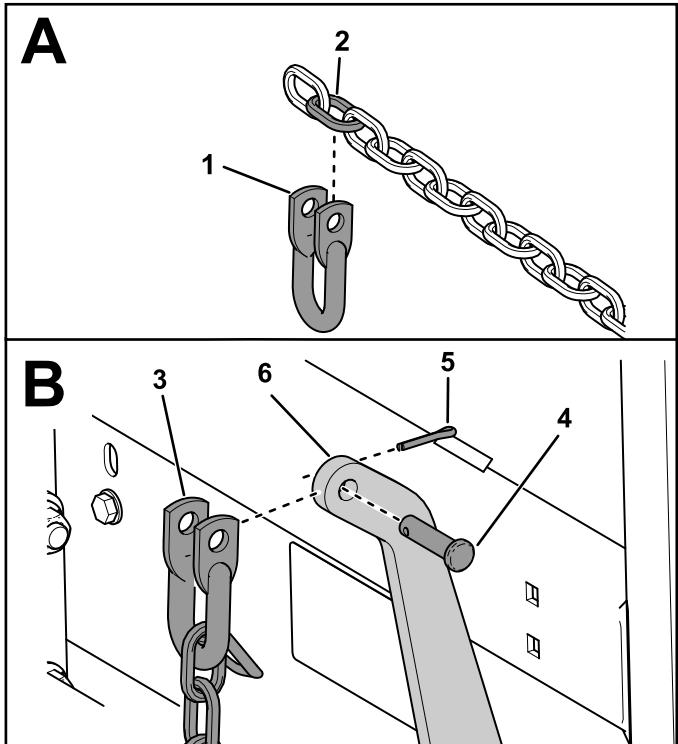

Figura 9
1. Conecte el segundo eslabón de las cadenas largas de elevación trasera a la parte superior del bastidor de elevación usando grilletes, pasadores y chavetas (Figura 9).